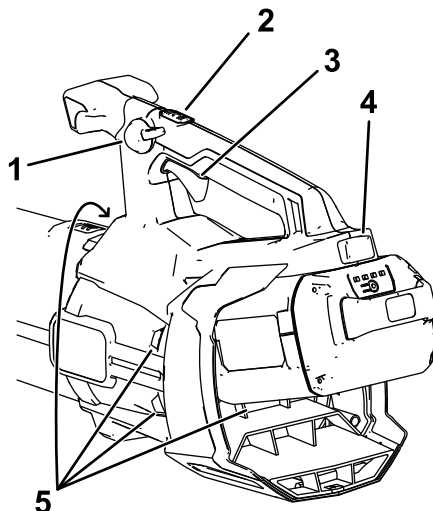

Figura 9
2. Alinhe a cavidade no conjunto de baterias com a lingueta na caixa da pega (Figura 9).
4. Para ligar o soprador, aperte o gatilho de velocidade variável (Figura 9).
Nota: Acione o bloqueio de velocidade para manter a máquina ligada sem premir o gatilho de velocidade variável (Figura 9).
Para ajustar a velocidade do ar à medida que se sopra, use o gatilho de velocidade variável (Figura 9).
Para manter a velocidade do ar atual, engate o bloqueio de velocidade (Figura 9).
Para obter um desempenho otimizado, prima o botão de velocidade variável e depois prima o botão de turbo para ligar o turbo (Figura 9).
Para desligar o soprador, desengate o bloqueio de velocidade (se estiver a ser utilizado) e liberte o gatilho de velocidade variável (Figura 9).